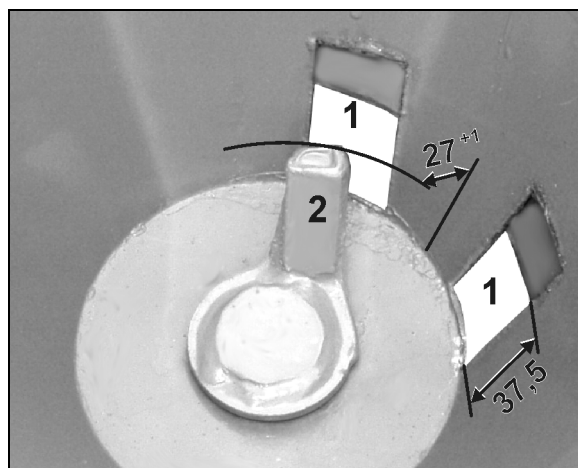

Fig. 25
3. Begge utløpsåpningene må være åpnet 37,5 mm (Fig. 25).
Kontroller avstanden mellom rørefinger og traktens vegg. Rørefingeren skal stå parallelt med traktens vegg og holde en avstand på 27 +1 mm (Fig. 25).